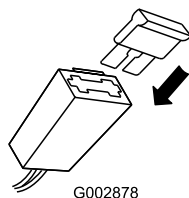

Figura 8
2. Introduzca el fusible en el portafusibles (Figura 8).